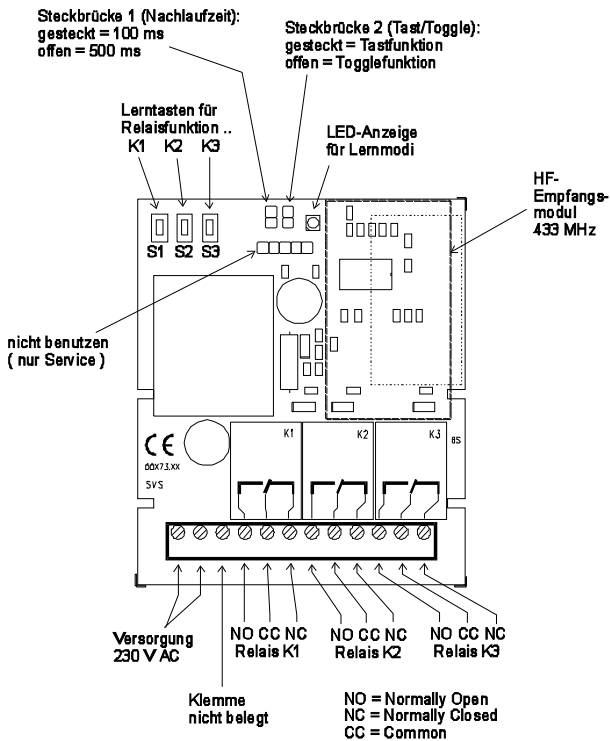

Bild 1: Funktionsübersicht SHR-7 L3
- Schließen Sie die Anschlussleitungen für die Verbraucher an die Schraubklemmen der Relaiswechselkontakte NO/CC/NC gemäß der Funktionsübersicht in Bild 1 an.